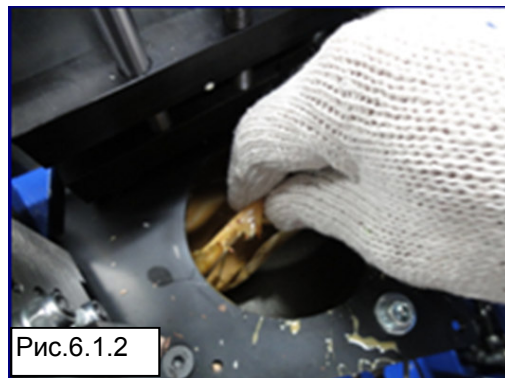

Рис. 6.1.2
5. Будьте внимательны, чтобы не обжечься. Вытяните блок (Рис. 6.1.2).